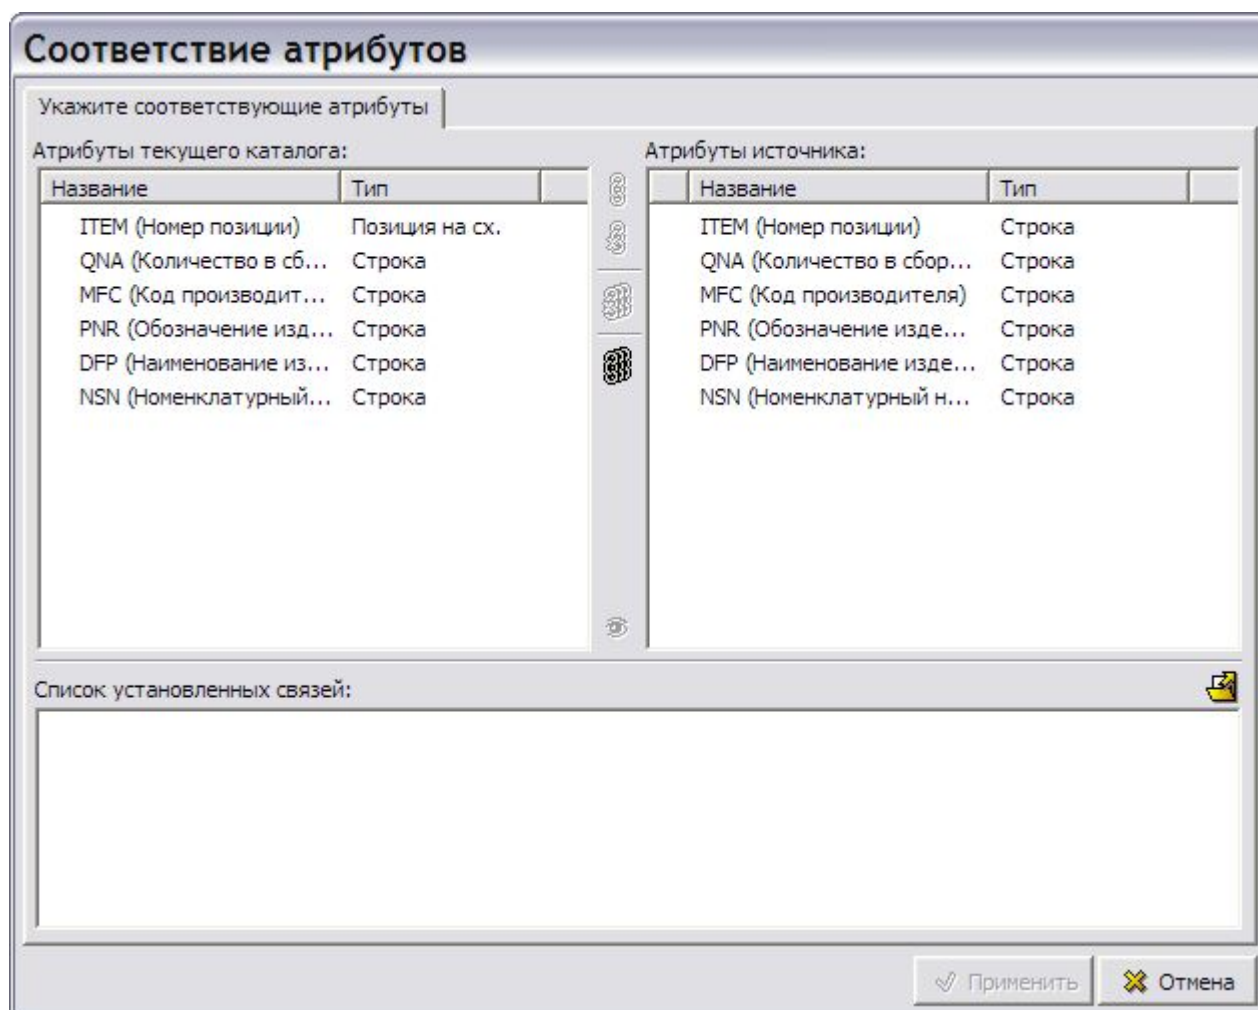

Рис. 4.23
8. После этого появится диалоговое окно **Соответствие атрибутов** (Рис. 4.23).